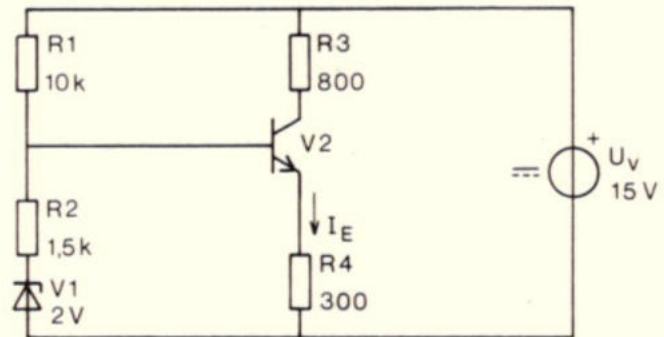

Fig. 9.
1. Van de transistor in de schakeling van fig. 9 is gegeven: